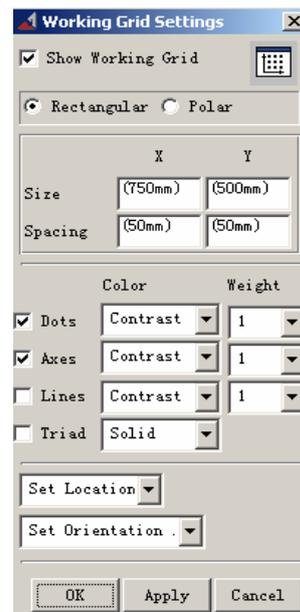

图 2-1 设置工作网格对话框
2.1 对于这个模型，网格间距需要设置成更高的精度以满足要求。在 ADAMS/View 菜单栏中，选择设置 (Setting) 下拉菜单中的工作网格 (Working Grid) 命令。系统弹出设置工作网格对话框，将网格的尺寸 (Size)中的 X 和 Y 分别设置成 750mm 和 500mm，间距 (Spacing) 中的 X 和 Y 都设置成 50mm。然后点击 “OK” 确定。如图 2-1 所表示。